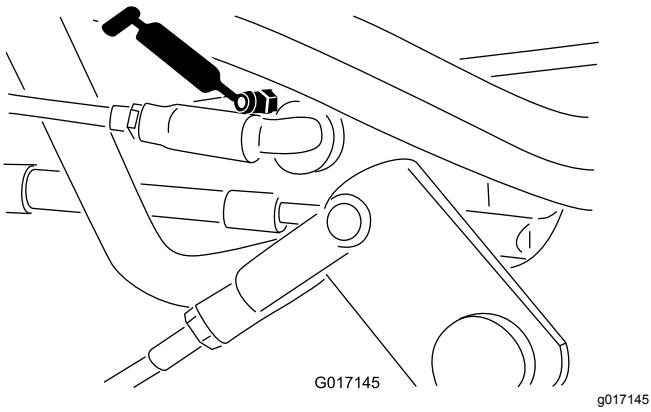

Figura 38
- Tiranteria del selettori di velocità (Figura 37 e Figura 38)